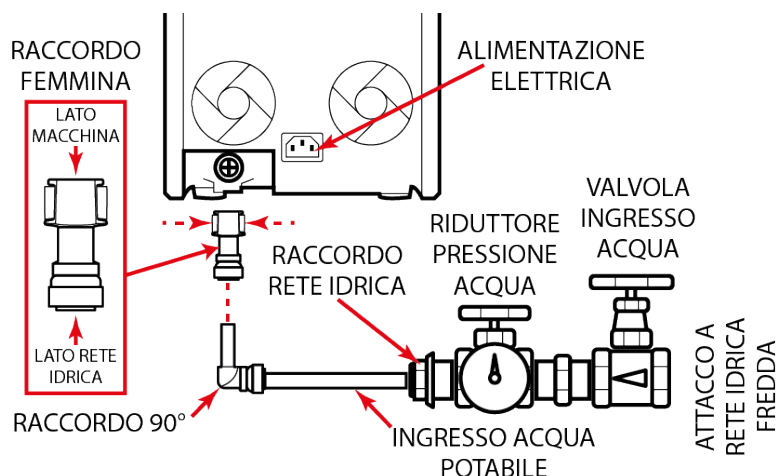

Fig. 1-12
16.3 – Predisporre il collegamento alla rete idrica in base allo schema indicato nel disegno, vedi Fig. 1-12.
16.13 – Il raccordo di allacciamento idrico dell'apparecchio è situato alla base del lato posteriore, nell'apposito vano allacciamenti, vedi Fig. 1-12.